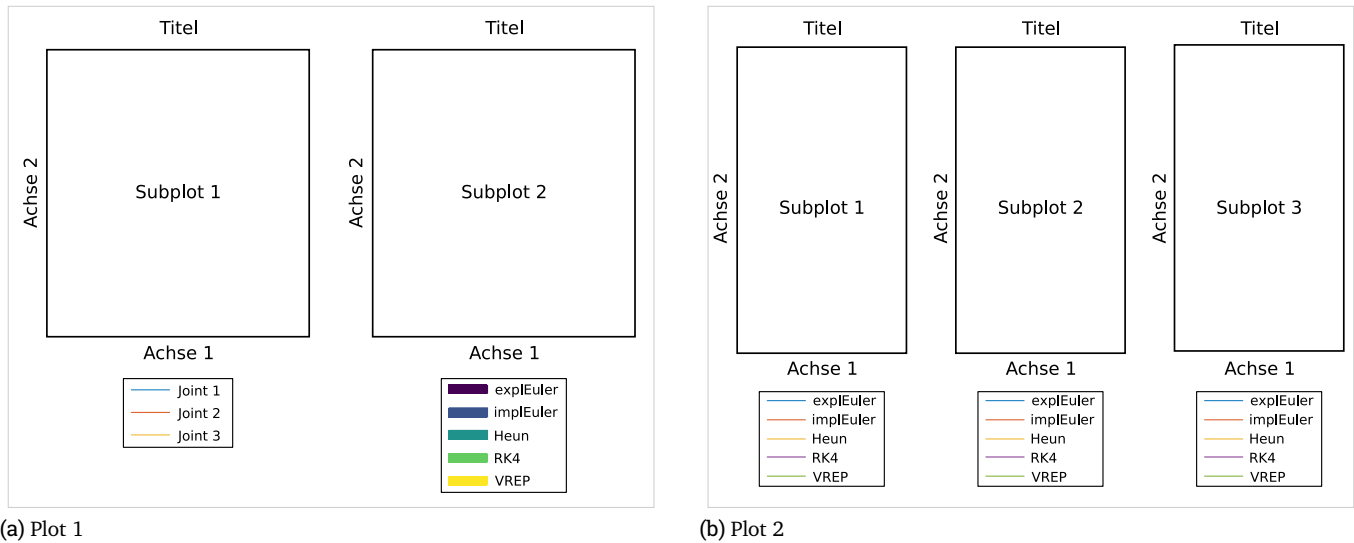

Abbildung 1: Schematischer Aufbau der geforderten Plots.
- Eine Skizze mit dem Aufbau der beiden Plots ist mit Abbildung 1 gegeben. Es sollen folgende Informationen grafisch dargestellt werden:
- Achte auf eine aussagekräftige Beschriftung der Achsen und füge außerdem für *jeden* Subplot einen sinnvollen Titel und eine Legende hinzu. Die Farbe und die Reihenfolge kann von der Abbildung abweichen. Positioniere die Legenden wie in Abbildung 1 dargestellt.